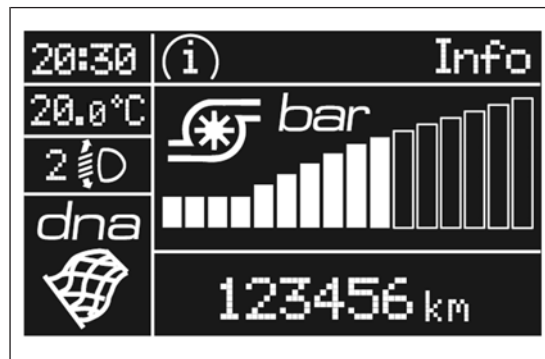

fig. 83
- **Modalità Dynamic** fig. 83 (immagine del display disponibile per versioni/mercati, dove previsto)